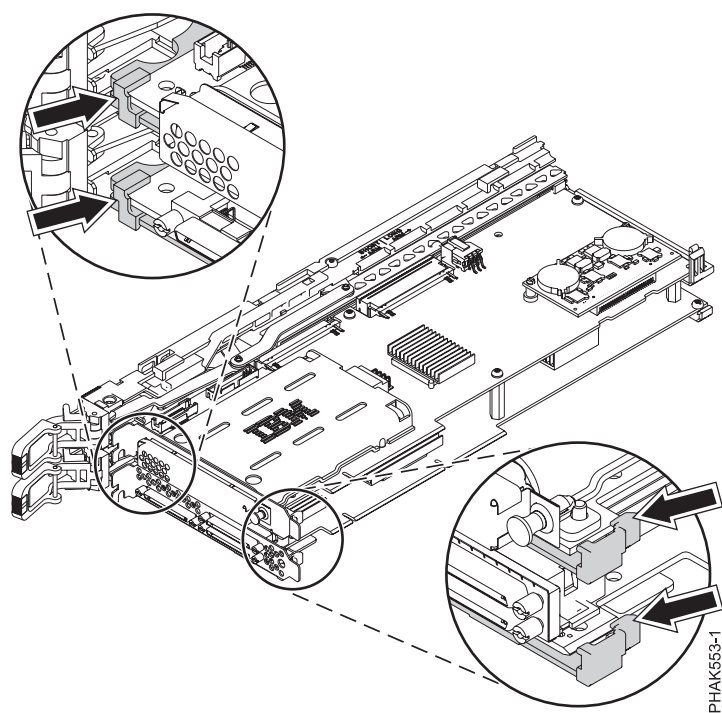

Figura 55. Col·locació de l'adaptador d'amplada doble al conjunt del casset
- a. Inserir la part superior de la contrapunta de l'adaptador d'amplada doble dins les osques del conjunt del casset i després fixeu la part inferior de la contrapunta de l'adaptador d'amplada doble al conjunt del casset,. Vegeu la Figura 55.